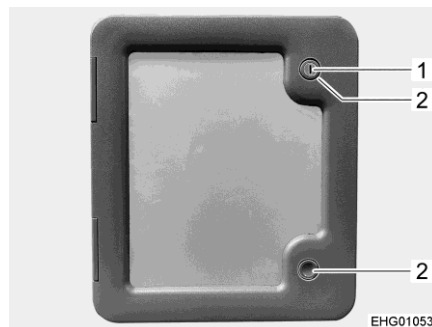

Fig. 19 Trampilla exterior de cassette de aguas fecales
- Introducir la llave en el cilindro de cierre del cierre a presión (Fig. 19,1) y girarla un cuarto de vuelta.
- Presionar ambos cierres a presión (Fig. 19,2) al mismo tiempo con el pulgar y abrir la trampilla exterior.
- Introducir la llave en el cilindro de cierre (Fig. 19,1) y girarla un cuarto de vuelta.